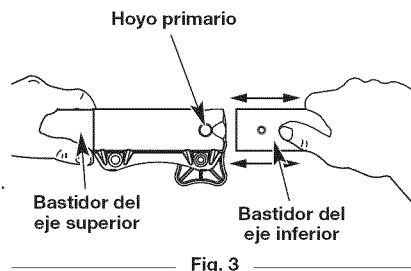

Fig. 3
- A la vez que sostiene firmemente el accesorio, empújelo derecho hacia el interior del acoplador Convertible™ hasta que el botón de desconexión encaje sólidamente en el orificio principal (Fig. 3).
- A la vez que sujetas la caja del eje superior, tire del accesorio recto hacia afuera del acoplador Convertible™ (Fig. 3).